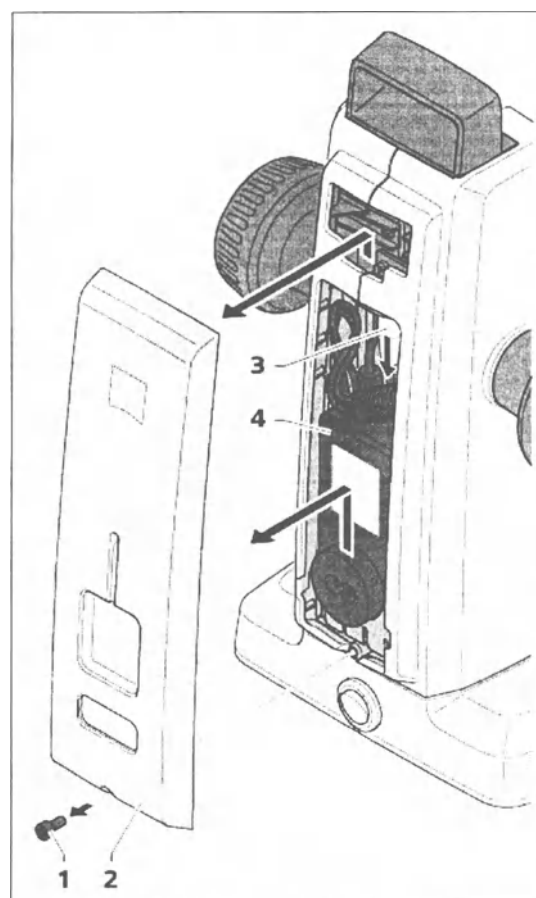

Рис. 27. Замена блока питания
- Используйте торцовый ключ для снятия винта (рис. 27/1) в нижней части крышки кожуха.
- Слегка отодвиньте крышку кожуха (рис. 27/2) снизу, а затем протолкните ее вверх.
- Отключите вилку (рис. 27/3), а затем и неисправный настольный блок питания (рис. 27/4).